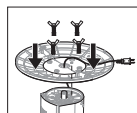

рис. 4
- Совместите выступы на нижней части корпуса вентилятора с отверстиями на основании (1), закрепите основание (1), завернув фигурные винты по резьбе, по часовой стрелке (рис. 4).